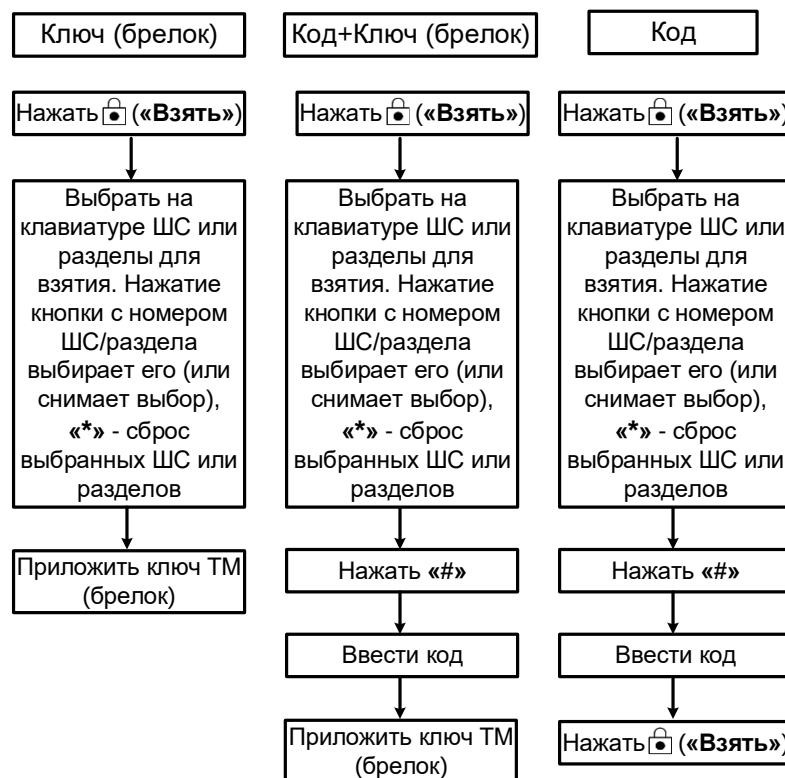

Рисунок 25 – Постановка под охрану с выбором ШС или разделов
- Если необходимо поставить под охрану ШС с выбором (как полное, так и частичное взятие), следует (см. рисунок 25):